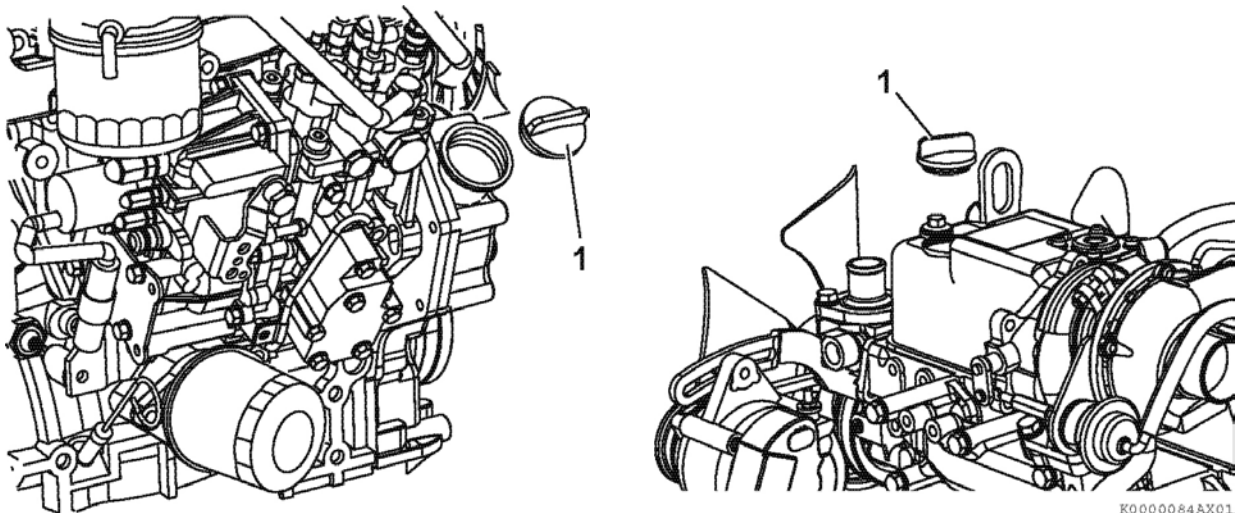

Рисунок 36
4. Снимите одну из крышек маслосливной горловины (рисунок 36, (1)), чтобы проветрить картер двигателя и обеспечить свободный слив моторного масла.